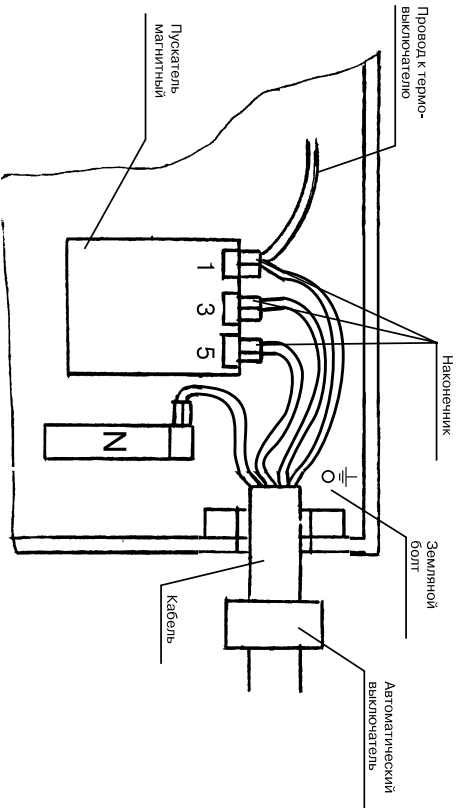

Рис.3.
5.3. Подключение электрочугела к электросети производить согласно схемы рис. 3 с обязательным применением наконечников из комплекта поставки. Наконечники закрепить к проводам рабочей (фазной) проводки (3 шт.), к проводам рабочей и защитной нейтралю (2 шт. – П6-6-ЛТ-07), опать, закрепить гайками к пускателью магнитному (контакты 1,3,5), клемме нейтралю (N) и клемме заземления (⏏).